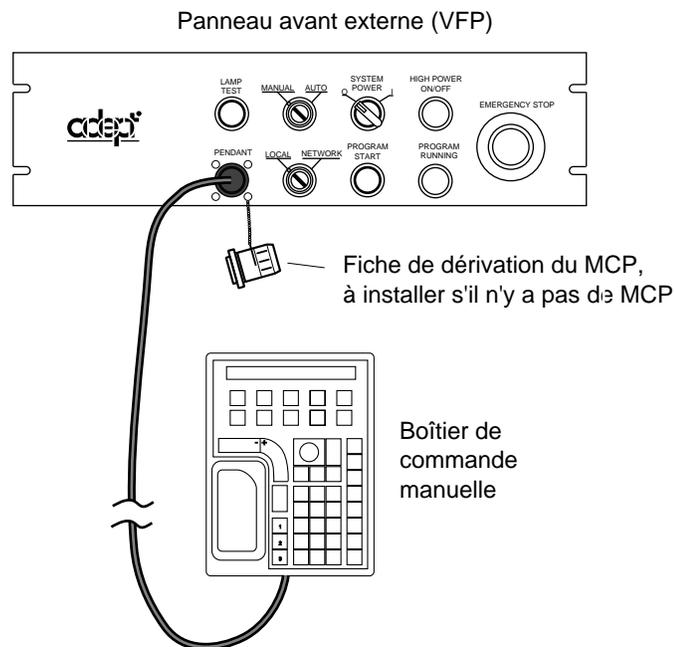

Figure 2-15. Connexion du MCP
2. L'autre extrémité du câble, munie des quatre fiches, doit être branchée selon la disposition *spéciale* suivante. Voir la Figure 2-15.
Le MCP est relié au système par le connecteur PENDANT sur le VFP (voir Figure 2-15). Voir le Chapitre 4 pour les instructions sur l'utilisation du MCP.